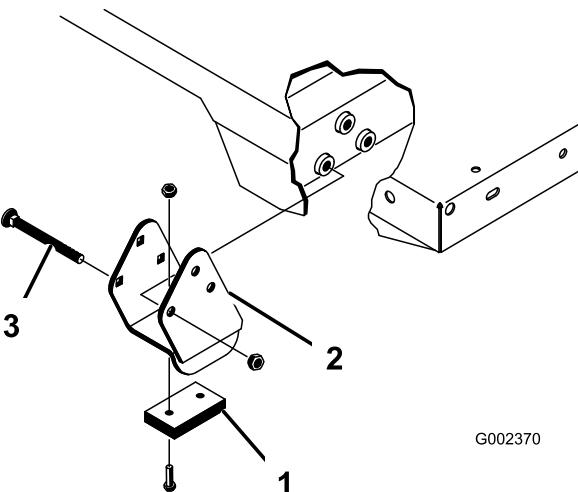

Bild 36
2. Setzen Sie die Pritsche vorsichtig auf den Fahrzeugrahmen. Richten Sie die hinteren Schwenkplattenlöcher der Pritsche mit den Löchern am hinteren Rahmenkanal aus und montieren Sie die zwei Lastösenbolzen und Klappstecker (Bild 36).
3. Befestigen Sie bei abgesenkter Pritsche jedes Ende der Zylinderstange mit einem Lastösenbolzen und einem Klappstecker an den entsprechenden Einschüben in den Befestigungsplatten der Pritsche. Setzen Sie den Lastösenbolzen von der Außenseite der Pritsche ein. Der Klappstecker sollte außen (Bild 36). Die hinteren Einschübe sind für die Montage der großen Pritsche und die vorderen Einschübe sind für die Montage der 2/3 Pritsche gedacht.